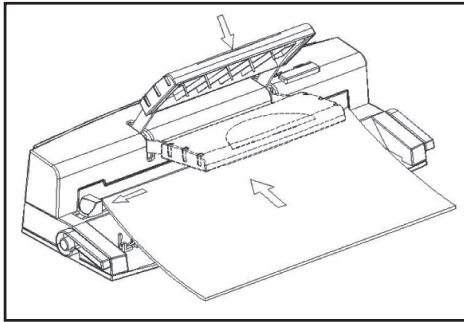

Abb. 5
- Kantenführung auf das gewünschte Papierformat einstellen (siehe Abb. 5).